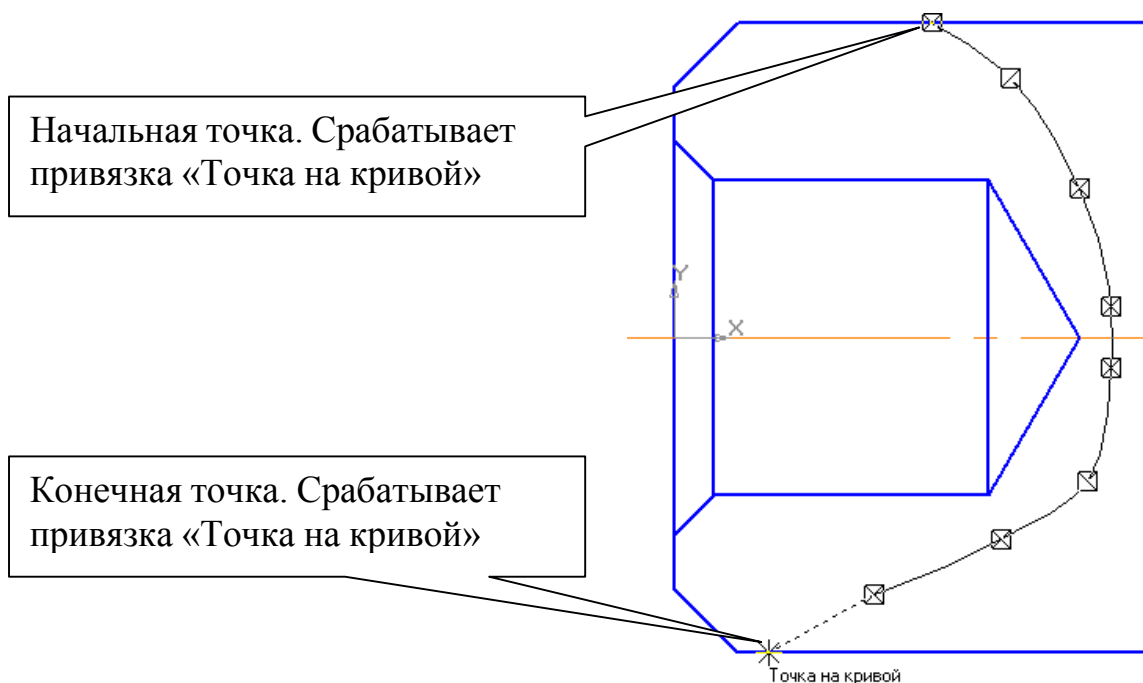

Рис. 12
7. Для выполнения волнистой линии, определяющей местный разрез, выполните команду **Кривая Безье** на панели **Геометрия** , установите в **Глобальных привязках** привязку «Точка на кривой», выберите стиль кривой **«Для линии обрыва»** и постройте волнистую линию, ограничивающую местный разрез, рис. 12. Нажмите **Создать объект** . Выполните штриховку командой **Штриховка**  на панели **Геометрия** .